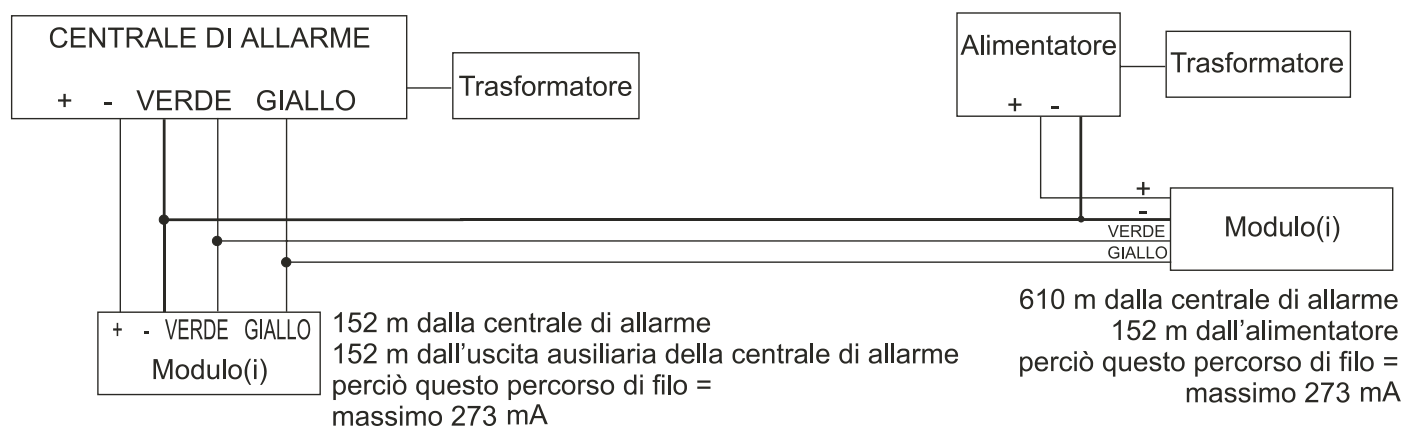

Figura 2-5: Connessioni alimentatore esterno
PASSO 2: Se il valore registrato nella casella "A" è minore di 700 mA, andare al passo 3. Se il valore è maggiore, occorrerà un alimentatore esterno (vedere Figura 2-5 a pagina 11) per fornire l'ulteriore corrente necessaria. Procedere con il passo 3 e fare riferimento all'esempio in Figura 2-4 a pagina 11.